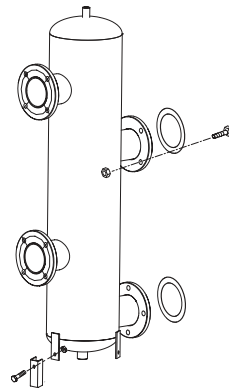

Fig. 6
1.10 COMPENSADOR HIDRÁULICO CÓD. 8101553 (debe solicitarse por separado) (fig. 6)